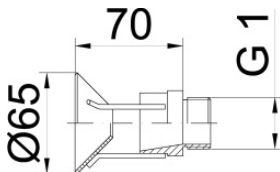

Рис. 2 Распылитель 15 G1.
4.1. Модуль (рис. 1) представляет собой герметичную конструкцию, состоящую из стального сварного корпуса **1**, заполненного огнетушащим порошком **2**, газогенерирующего элемента **3**, электровоспламенителя **4**, выпускного насадка **5** и разрывной мембраны **6** с насечками. Разрывная мембрана плотно прижата к корпусу выпускным насадком. Электровоспламенитель имеет электрический разъем **7**. На выходном отверстии выпускного насадка имеется резьба G 1 для подсоединения к направляющему трубопроводу с условным проходом $d_y = 25$ мм, на выпускных отверстиях которого установлены распылители (рис.2).